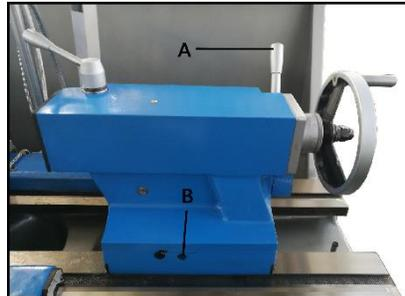

Fig 19
Pour déplacer la contre-pointe, desserrer la vis de blocage (A, Fig 19) Dévisser la vis de réglage située à l'avant (B) et régler avec la vis située à l'arrière. Serrer de nouveau la vis de réglage et celle de blocage de la contre-pointe.